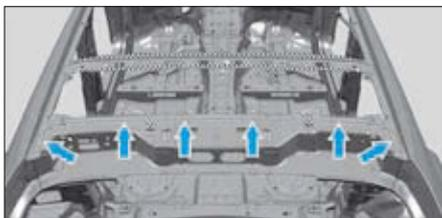

FIG. 148
• Réaliser dans les zones quadrillées par des flèches des cordons d'étanchéité de 5 à 8 mm environ de hauteur avec du produit d'étanchéité pour carrosserie (Fig.148).